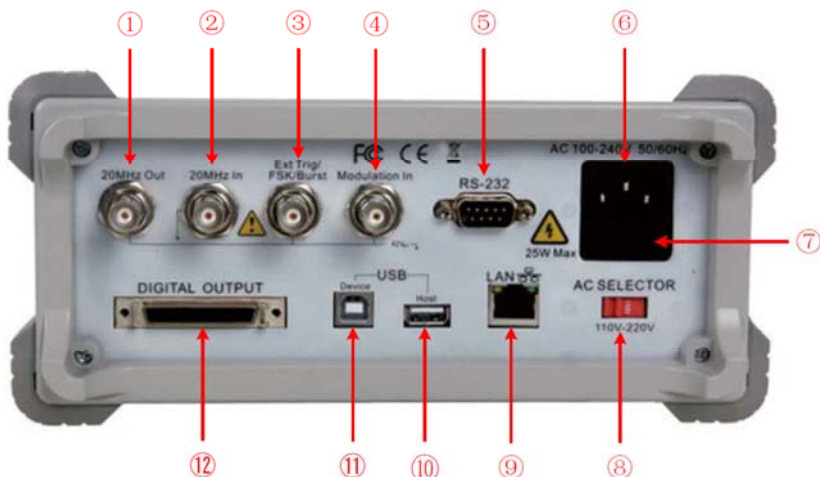

Рисунок 4-2. Задняя панель
Генератор сигналов произвольной формы AG4151 можно адаптировать для питания от электросети переменного тока с напряжением 110 или 220 В. Для этого следует установить в нужное положение переключатель напряжения питания, расположенный на задней панели прибора (см. рис. 4-2), согласно стандартам страны эксплуатации, а также установить соответствующий плавкий предохранитель (см. следующую таблицу).
- (1) Выключите прибор с помощью кнопки питания на его передней панели и отключите кабель питания.
- (2) Убедитесь, что установленный изготовителем плавкий предохранитель (250 В, F2 А) соответствует напряжению электросети. В противном случае откройте крышку держателя предохранителя с помощью отвертки с прямым шлицем (см. поз. ⑦ рис. 4-2) и замените предохранитель.
- (3) Установите переключатель напряжения питания, расположенный на задней панели прибора, в положение, соответствующее напряжению электросети.